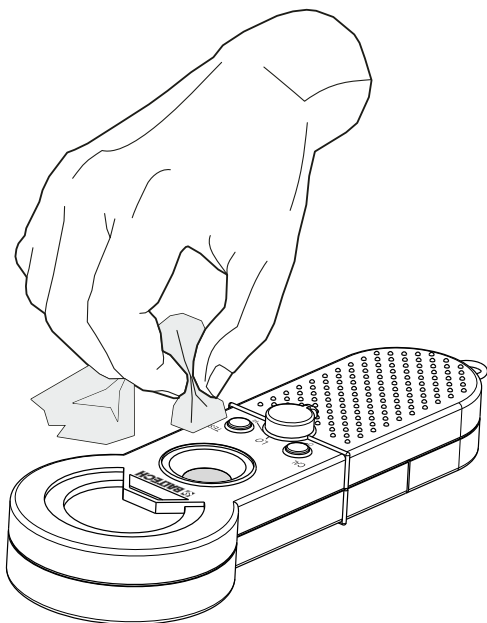

Рис. 4-5. Очистка чувствительной камеры анализатора.
Удалите с помощью сухой быстровпитывающей салфетки калибровочную пробу масла из чувствительной камеры. Очистите датчик с помощью контактного очистителя (Рис. 4-5).
Удалите с помощью сухой быстровпитывающей салфетки проанализированную пробу использованного масла из чувствительной камеры. Очистите датчик с помощью контактного очистителя (Рис. 4-5).
- Очистка анализатора выполняется, путем удаления с помощью сухой быстровпитывающей салфетки пробы масла из чувствительной камеры с последующей очисткой датчика с помощью контактного очистителя (Рис. 4-5).